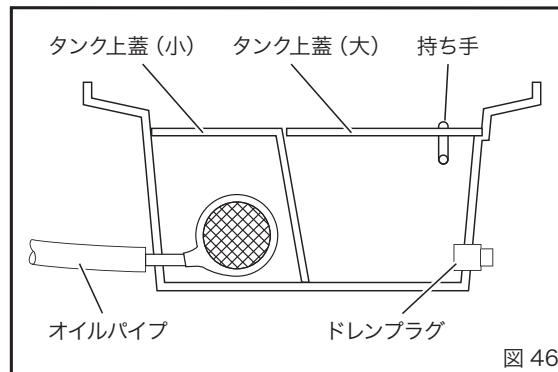

図 46
3. オイルタンクの清掃 (図 46)
細かい切粉がタンク内にたまりますので、月に 1 回程度タンク内をきれいに掃除してください。(図 46)